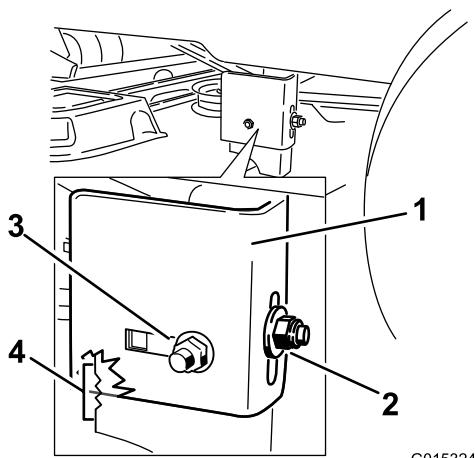
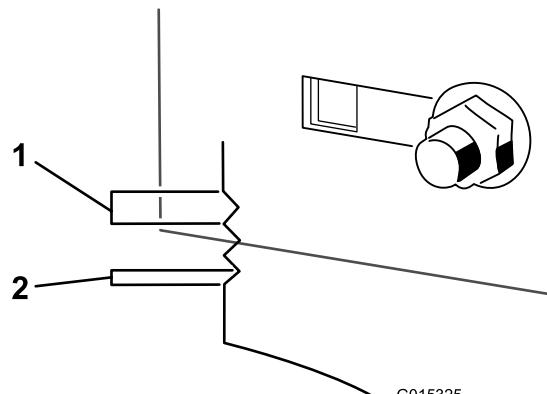

Figure 62
Figure 63
- 9. Desserrez l'écrou de blocage arrière sur le support (Figure 62).
- 10. Desserrez l'écrou de blocage latéral sur le support jusqu'à ce qu'il soit possible d'ajuster le support (Figure 62). Utilisez les crans du support soudé pour mesurer le réglage requis. La surface de chaque cran équivaut à 6 mm, tandis qu'un côté équivaut à 3 mm (Figure 63). Réglez le plateau de coupe à la hauteur voulue.
- 11. Arrêtez le plateau de coupe et vérifiez sa hauteur, puis serrez l'écrou de blocage latéral sur le support pour fixer cette nouvelle position (Figure 62). Serrez l'écrou de blocage arrière sur le support.